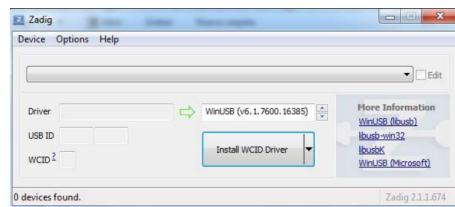

Figura 18: Entorno del software corrector Zadig para Windows
- Al abrir la aplicación, se presenta la Figura 18. Antes de proceder, el usuario debe conectar la placa, posteriormente, debe abrir el menú contextual *Options* y presionar sobre *List all devices*